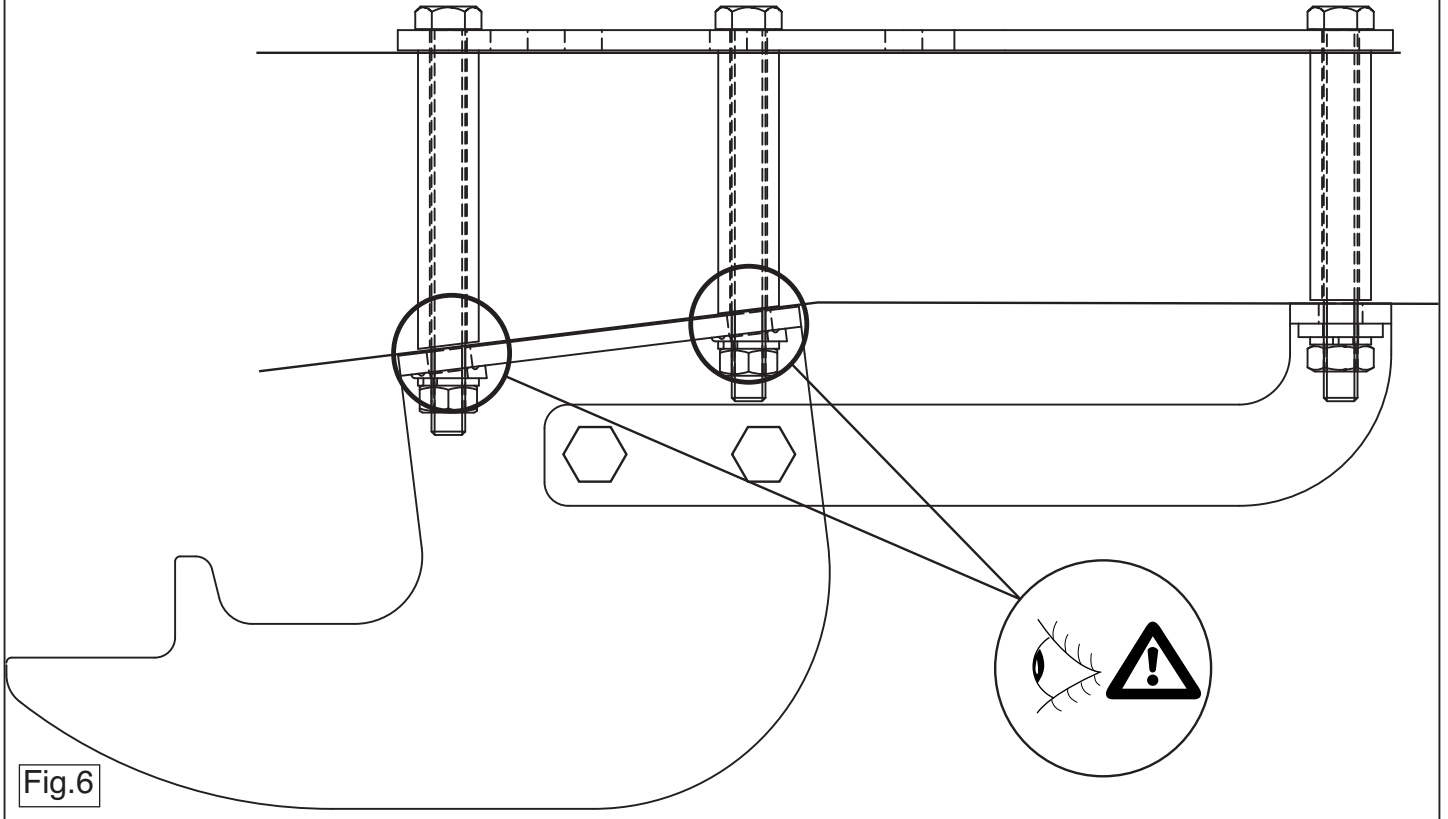

Fig.6
12. Установить буксирный крюк вместе с упорными кронштейнами С и D. рисунок 6.